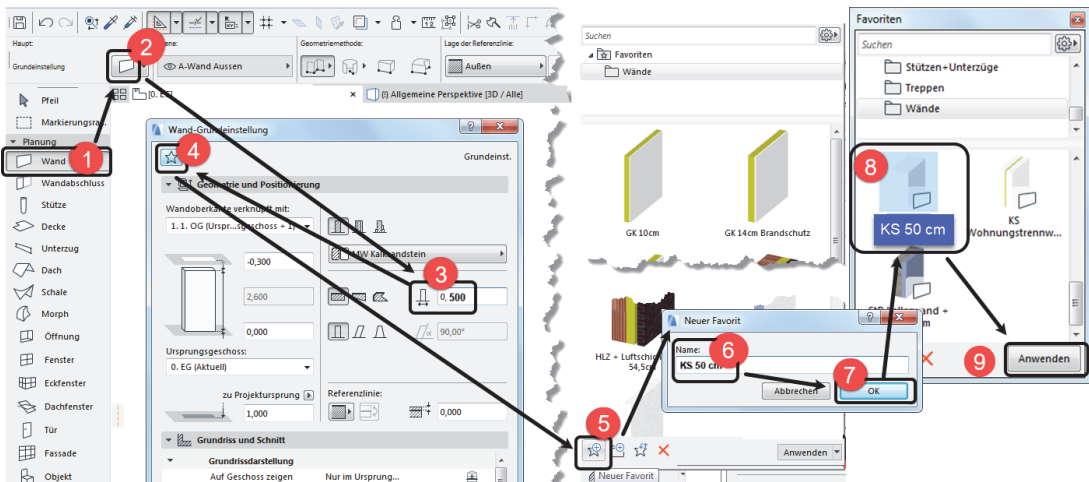

Abb. 1.11: Favoriten mit eigenem WAND-Element bestücken
- Der ELEMENTFANG  ⑧ wird im Menü ANSICHT oder über Tastenkürzel E aktiviert. Er bewirkt, dass die *charakteristischen Punkte von Elementen*, wie Endpunkte von Wänden, für dynamische Änderungen, wie beispielsweise dynamische Verschiebungen mit dem PFEIL-Werkzeug, die Form von kleinen Quadraten annehmen und diese Elemente dann mit diesen Quadratpositionen an Positionen oder Fangpunkten anderer Elemente einrasten können.
- Die FAVORITEN ⑨ können Sie über das Werkzeug  in der Symbolleiste STANDARD, das Menü FENSTER|PALETTEN|FAVORITEN oder Tastenkürzel Strg+F aktivieren. Damit können Sie häufig benutzte Elemente in einer Liste zur schnellen Auswahl anzeigen lassen. *Eigene* Elemente mit bestimmten individuellen Voreinstellungen können Sie später aus dem GRUNDEINSTELLUNGEN-Dialogfenster jedes Werkzeugs mit der Schaltfläche FAVORITEN dort ablegen. Als Beispiel wird in Abbildung 1.11 eine Wand mit Wandstärke 50 cm als Favorit gespeichert: